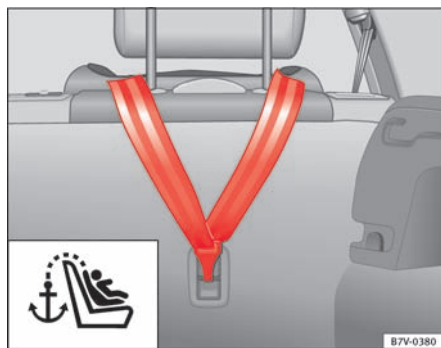

Fig. 28 Fastgørelsesrem øverst, der er hængt fast i bagagerummet
- Hægt den øverste fastgørelsesrem på bagsiden af bagsæderyglænet fast i den pågældende holder (til TOP TETHER) i bagsæderyglænet ⇒ Fig. 28.